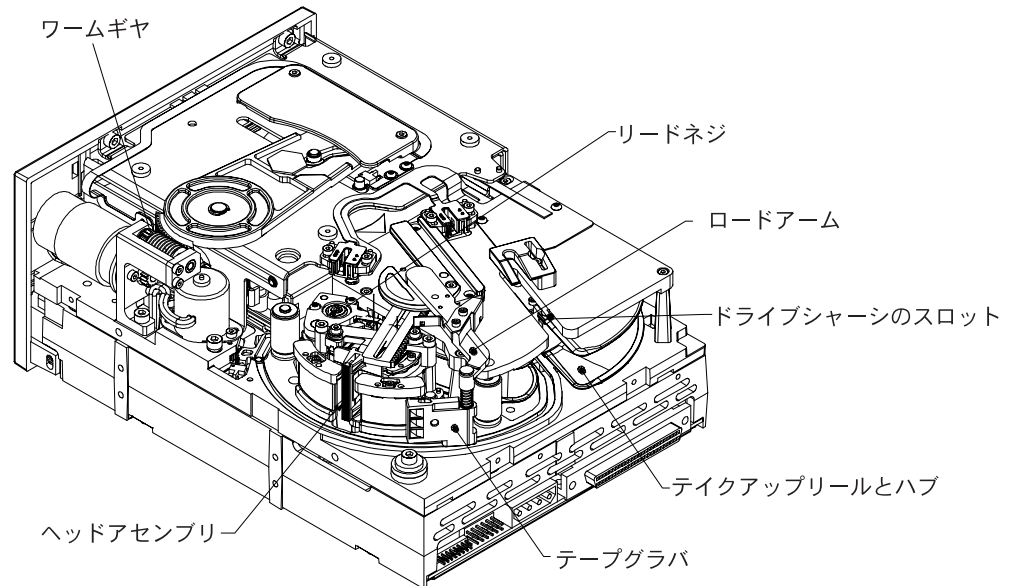

図 18 カートリッジの手動による取り外しに使用される主要コンポーネントを示した Viper 200 (ドライブ内にテープ・カートリッジなし)
カートリッジがロードされ、テープがドライブにスレッドされているか、または部分的にスレッドされている場合、次の手順に従ってください。小さなマイナス・ドライバーと 1.5-mm 六角レンチが必要です。図 18 に、次のテキストで説明されているドライブ機構の主要コンポーネントが図示されています。
6. ハブの-slotがドライブ・シャーシの-slotと並ぶようにハブを回転します(図 18 参照)。